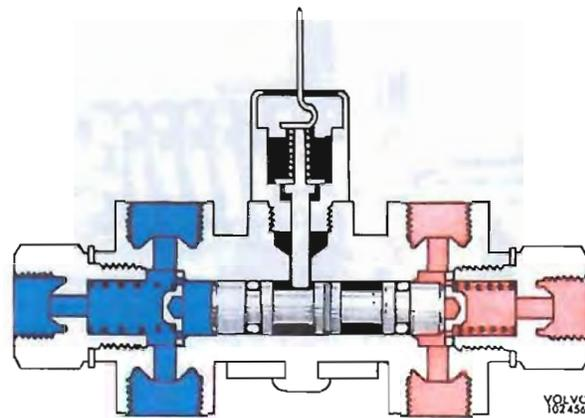

Abb. 44 Warnstellung
Führungsstift (4) abwärts gepreßt werden kann. Dabei erhält die Anschluscheibe (2) Kontakt mit dem Gehuse (3) und der Stromkreis wird geschlossen (Abb. 44). Der Führungsstift hindert die Kolben daran, in Normalstellung zurückzugehen wenn die Anlage drucklos wird. Dieser Fall kann erst dann eintreten, nachdem der Bremswarnschalter (3) herausgeschraubt worden ist.